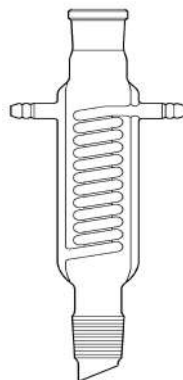

Рис. 80. Холодильник с змеевиковым конденсатором и двумя выходами для паров
1. **Холодильник с змеевиковым конденсатором и двумя выходами для паров** (рис. 80). Предназначен для работы в химических перегонных установках и аппаратах для разделения фракций. Больше всего он подходит для использования в качестве обратного холодильника. Характеризуется эффективным охлаждением паров за счет внешней водяной рубашки и змеевика с проточной водой. Конструкция прибора сочетает особенности холодильников Либиха и Димрота. Пары из реактора поступают в теплообменник через нижний пришлифованный выход, частично конденсируются на змеевике и стенках, и стекают назад через тот же выход. Пары другой фракции проходят через дефлегматор и выводятся через верхний выход без шлифа. Изготавливается из термически устойчивого и закаленного боросиликатного стекла.